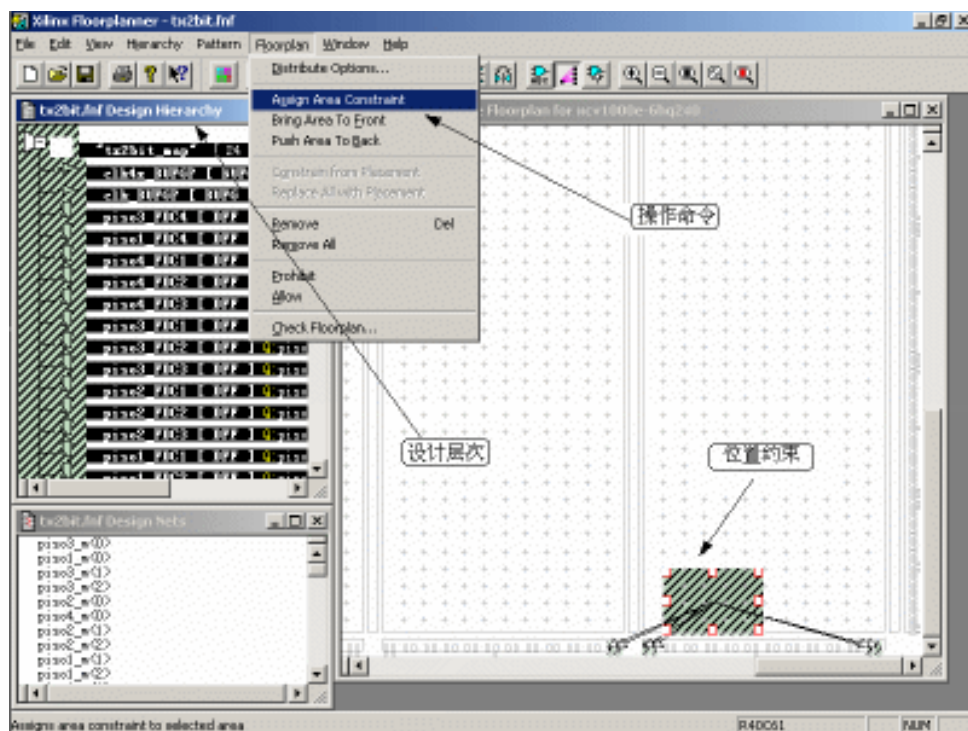

图6-32 物理位置约束示意图
13. 下面使用物理位置约束来改善设计的性能。在【Process View】中选择【Implement Design】/【Map】/【Floorplan Design】选项，启动布局规划器。在布局规划器设计层次中，选中全部的设计资源，然后在主窗口中选择【FloorPlan】/【Assign Area Constraint】命令，在布局规划窗口中出现十字光标，选择需要布局的区域，创建区域约束。可以通过布局规划器实现区域约束，如图 6-32 所示。区域约束是一个基本的布局、布线和模块化设计的约束，同时它是一个高级的布线约束。在设计中使用区域约束可以将一个芯片上的逻辑设计分为一个或者多个不同物理区域。在一个区域约束中可以定义区域的边界，也可以定义这个区域的压缩因子等信息。